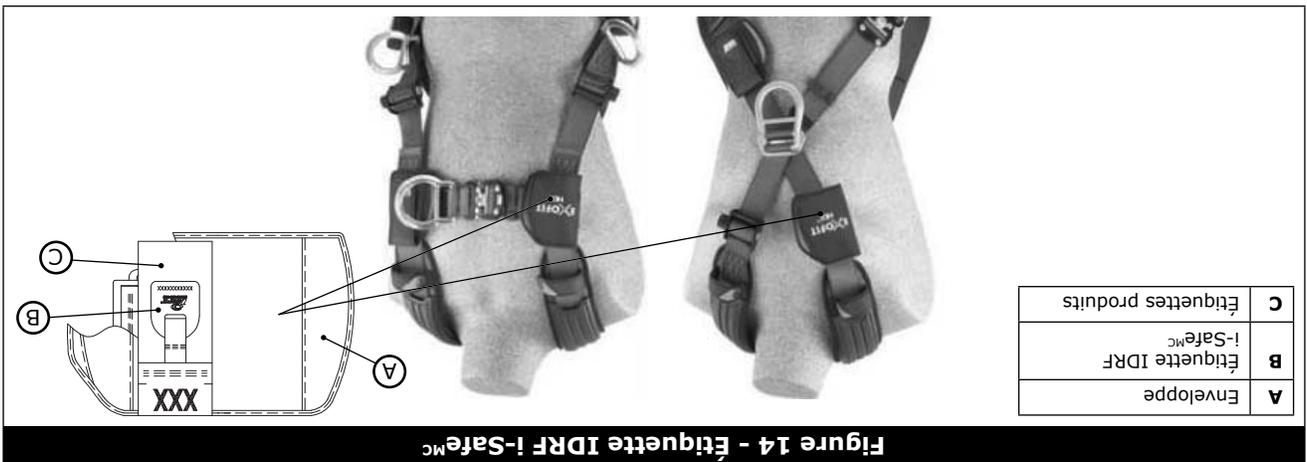

Figure 14 - Étiquette IDRF i-Safe^{MC}
5.1 ÉTIQUETTE i-Safe^{MC} IDRF : L'étiquette IDRF i-Safe^{MC} apposée sur ce harnais ExoFit NEX^{MC} (voir figure 14) peut être utilisée conjointement avec l'appareil de lecture portable i-Safe, ainsi que le portail basé sur Internet, pour simplifier l'inspection et le contrôle de l'inventaire et pour permettre l'enregistrement de votre équipement de protection antichute.
HARNAIS EXOFIT NEX POUR LE SECTEUR DE L'ÉNERGIE ÉOLIENNE, MODÈLE AVEC PROTECTION LOMBAIRE REMPLAÇABLE : La protection lombaire (A) peut être remplacée sur le terrain une fois usée ou endommagée. (Voir Figure 14)